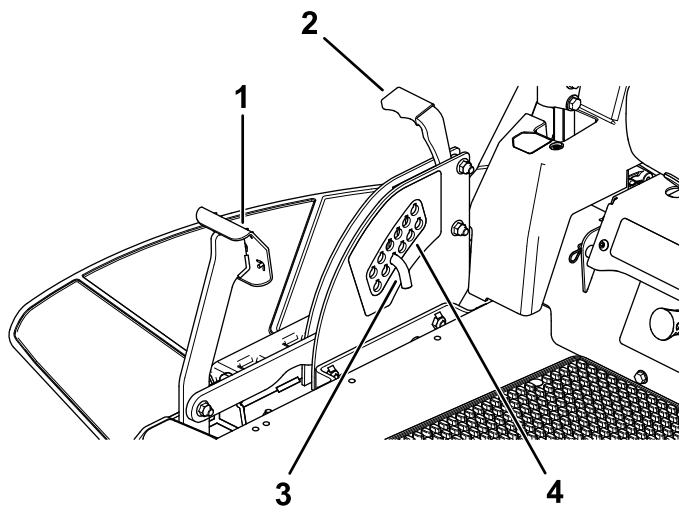

Figura 29
1. Empurre o pedal de elevação da plataforma com o pé e suba a plataforma de corte até à posição de bloqueio de transporte (bem como a posição da altura de corte de 114 mm) como mostra a Figura 29.
2. Para ajustar, remova o pino do suporte da altura de corte (Figura 29).
3. Selecione um orifício no sistema da altura de corte que corresponda à altura de corte desejada e insira o pino (Figura 29).